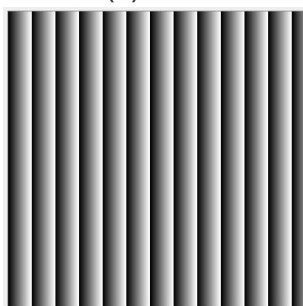

图 5-10
- (1) 水平灰度渐变: 如图 5-10 所示, 预览为水平方向的静止灰度渐变图;